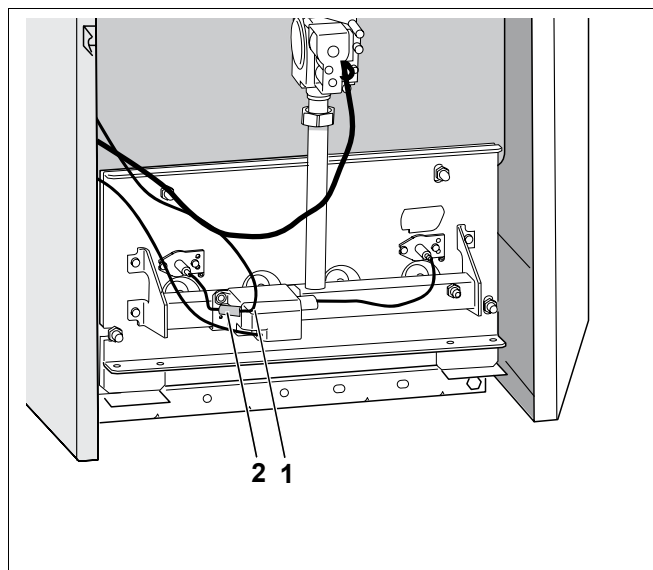

Рис. 32 Удаление контактного предохранителя
- Удалить контактный предохранитель (рис. 32, поз. 2) на контрольном кабеле (рис. 32, поз. 1) и вынуть штекер.
- Удалить контактный предохранитель (рис. 32, поз. 2) на контрольном кабеле (рис. 32, поз. 1) и вынуть штекер .